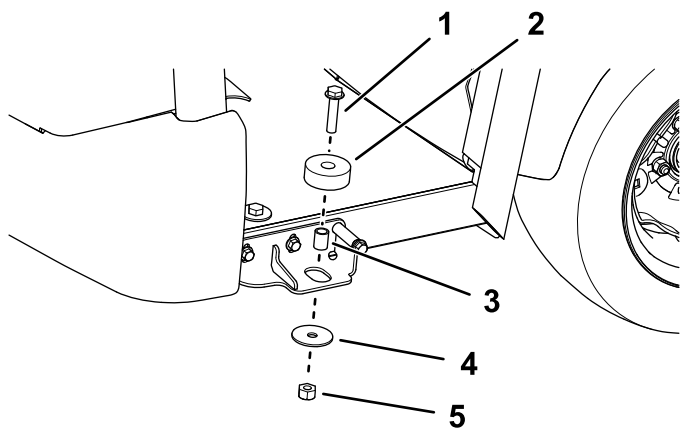

Figura 28
6. Instale los 2 aislantes de goma con un perno con arandela prensada ($\frac{1}{2}$ " x $2\frac{1}{4}$ "), un espaciador, una arandela y una contratuerca a cada lado (Figura 28).